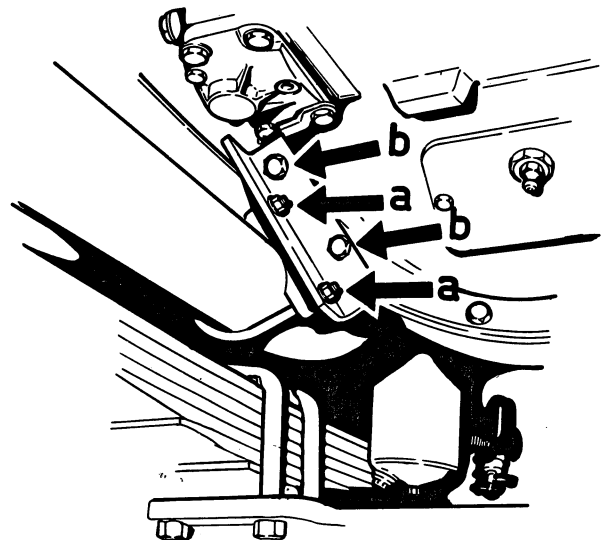

Fig. 7
- Légèrement desserrer les écrous (a) de la bride du tuyau d'échappement ôter les vis (b), et repousser l'équerre (fig. 7).